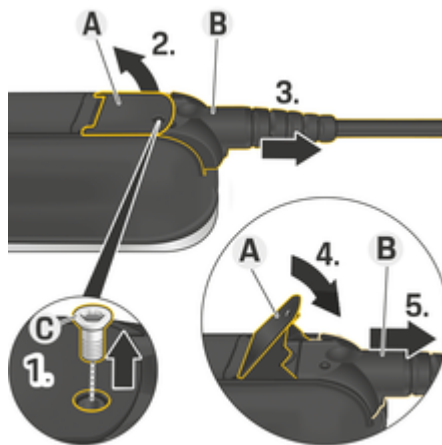

рис. 135: Виймання кабелю
1. Відкрутіть гвинт **C** (рис. 135) за допомогою відповідного інструмента.
2. Підніміть кришку **A** (рис. 135).
3. Витягніть штекер **B** (рис. 135) до першого упору.
4. Закрийте кришку **A** (рис. 135).
5. Повністю витягніть штекер **B** (рис. 135).